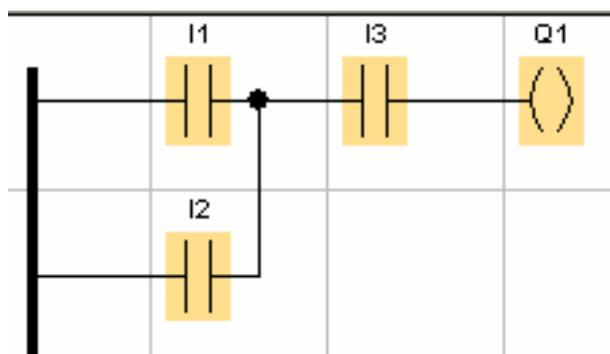

Figura 1.6 – Exemplo de programação de CLP com ladder.
- Ladder - É uma linguagem baseada na lógica de contatos, como se fosse um comando elétrico na horizontal. Figura 1.6.